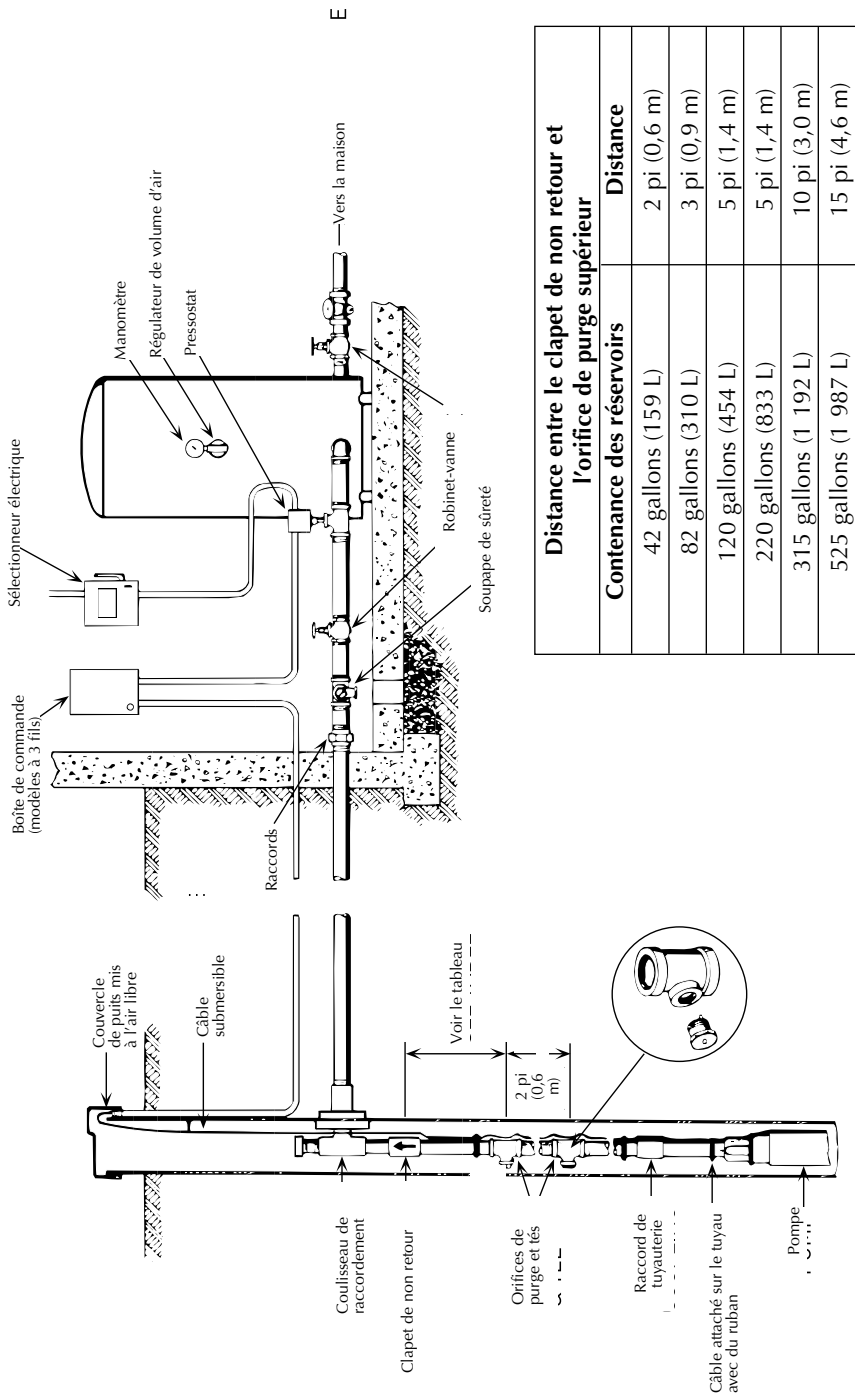

FIGURE 13 – Installation d'un réservoir sous pression standard
1. Si un réservoir sous pression standard est utilisé, brancher deux orifices de purge à environ 0,60 mètre (2 pieds) l'un de l'autre, comme il est illustré à la Figure 13 de la page 20. Ces orifices chargeront automatiquement le réservoir d'air. Se reporter à la
- Figure 13 pour déterminer l'emplacement des orifices. **AVIS** Si un réservoir préchargé est utilisé, **NE PAS** utiliser d'orifices de purge. Si la pompe et le réservoir préchargé sont remplacés par un système à réservoir standard, déposer les orifices de purge avant d'installer la pompe dans le puits.
Se reporter à la Figure 13 de la page 14 pour le branchement des tuyaux sur un réservoir sous pression standard et pour connaître la bonne distance à laisser entre les orifices de purge et le réservoir sous pression.